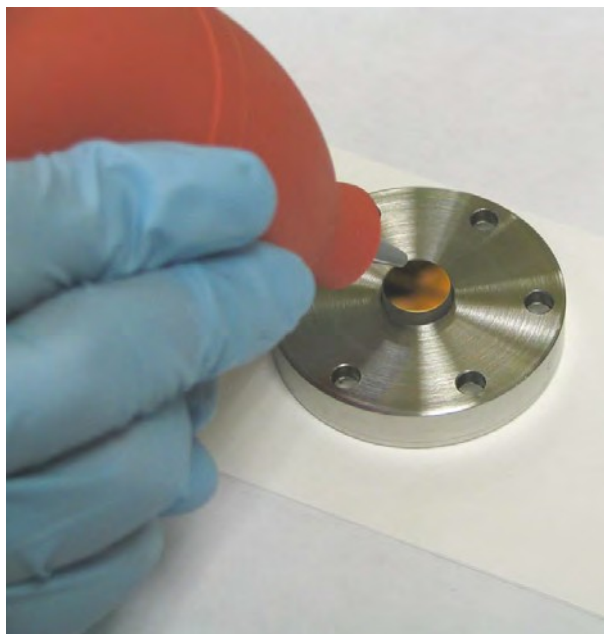

図80：空気を鏡に吹き付ける
- 鏡が汚れているときは、まず空気ブロワを使用して、鏡面に付着している微粒子を吹き払います。鏡アセンブリを平らな面に置き、空気ブロワを繰り返し吹いて、乾燥した清浄な空気を鏡面に吹き付けます（図 80 を参照）。